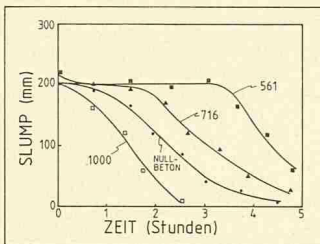

Bild 1. Slumpverlust von rheoplastischem Beton und dem Ausgangsbeton bei einer Temperatur von 20 °C
- Die Dauer der Verarbeitbarkeit ist beim verzögerten und normalen Rheobuild (Typ 561 und Typ 716) gegenüber satzmittelfreiem Beton mit gleicher Ausgangskonsistenz deutlich verlängert, während Typ 1000 und 2000 erst kurz vor dem Verarbeiten zugemischt werden sollten (Bild 1).